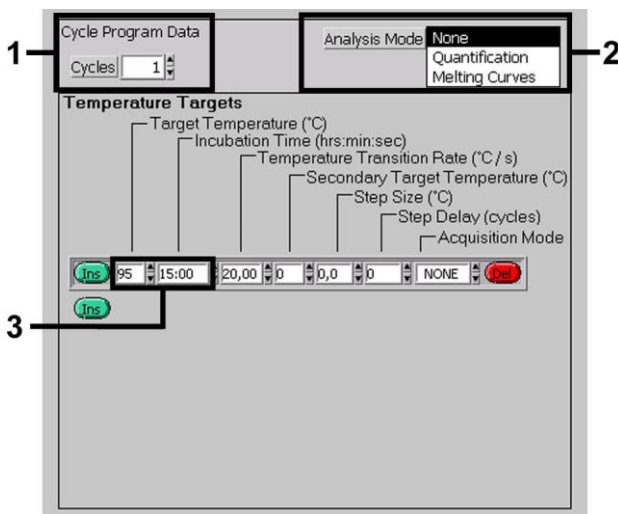

Fig. 3: Initial aktivering af Hot Start enzymet.
Til detektion af *Borrelia*-DNA udarbejder De på Deres *LightCycler 1.1/1.2/1.5* instrument en temperaturprofil som i de følgende tre arbejdsstrin (se Fig. 3 - 5).
- A. Initial aktivering af Hot Start enzymet Fig. 3